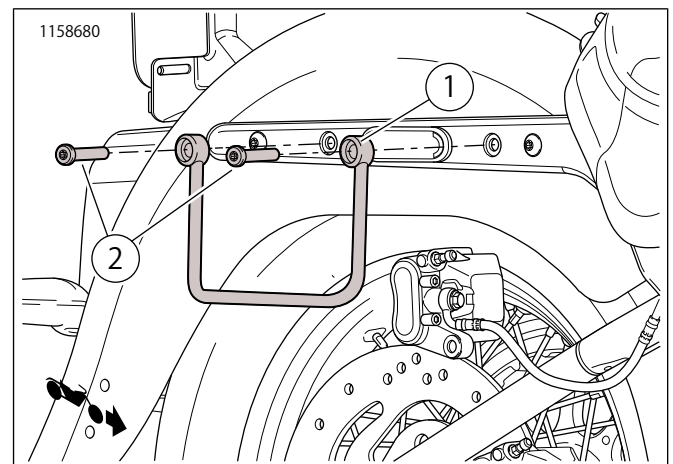

図2. 交換用パーツ: サドルバッグサポートレール
「図2」および「表1」を参照してください。
4. 図2キット付属のスクリュー(2)を使ってサポートレール(1)リアフェンダーサポートを取り付けます。
6. 図2キット付属のスクリュー(2)を使ってサポートレール(1)フロントフェンダーサポートを取り付けます。